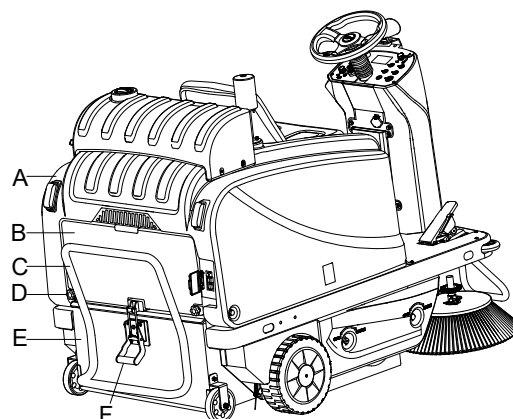

Figura 30
3. Rimuovere il coperchio (A, Figura 30)
4. Disinserire il dispositivo di chiusura (F, Figura 30) tirando la sua estremità inferiore.
5. Rimuovere la tramoggia (E, Figura 30) sganciandola dalle guide interne con la maniglia (C, Figura 30).
6. Svitare le manopole (D, Figura 30) e rimuovere il coperchio del vano del filtro (B, Figura 30).